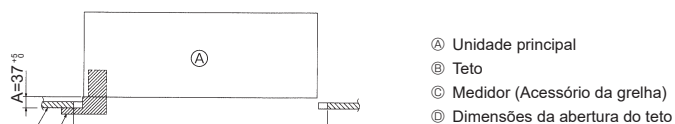

Fig. 4-6
- Se a unidade principal não puder ser alinhada contra o orifício de montagem no teto, é possível ajustar este orifício com a fenda existente na placa de montagem. (Fig. 4-6)